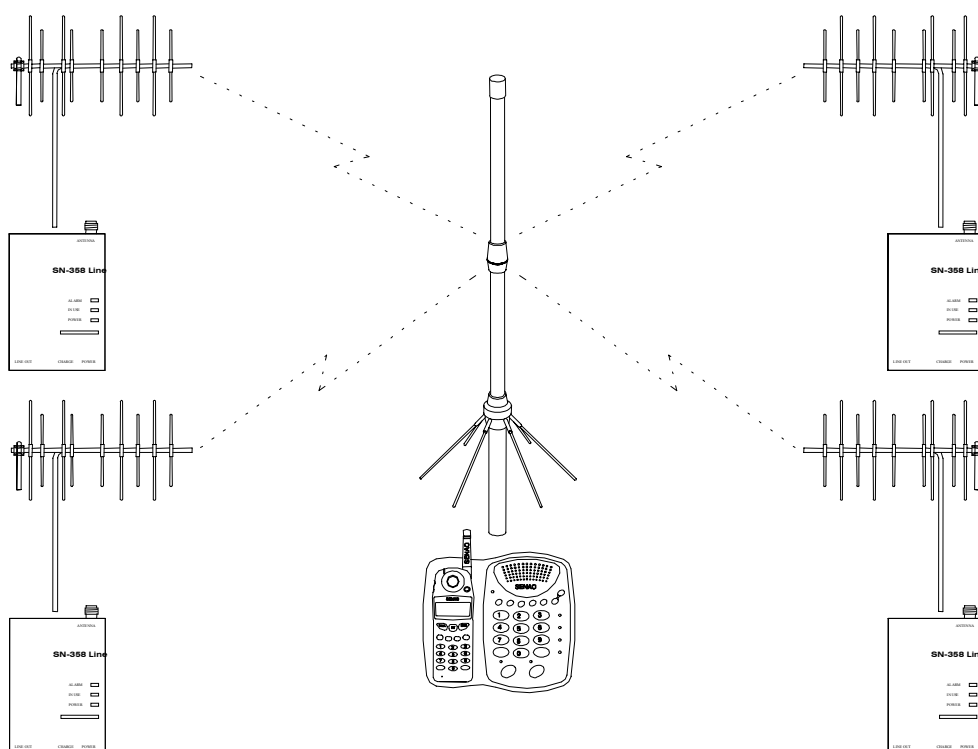

Рис. 8
- На базовой станции SENAО SN-358 можно зарегистрировать от 1 до 99 абонентских станций SN-358 Line (рис. 8), причем абонентские станции могут эксплуатироваться как в стационарном, так и в мобильном вариантах. В этом случае работа системы аналогична работе базового блока с несколькими радиотрубками.